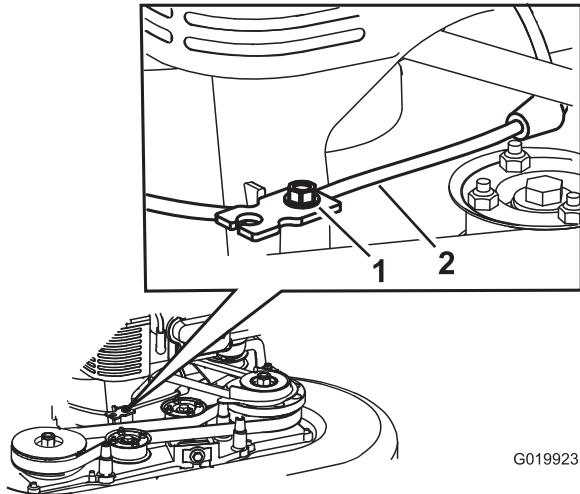

Figure 39
- Desserrez la vis du serre-câble (Figure 39).